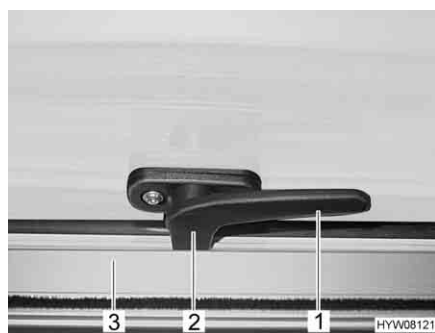

Fig. 62 Leva di serraggio in posizione "Chiuso"
- Ruotare la leva di serraggio (Fig. 62,1) di un quarto di giro verso il centro della finestra.
- Ruotare la leva di serraggio (Fig. 62,1) di un quarto di giro verso il telaio della finestra. Il nasello di chiusura (Fig. 62,2) si trova sul lato interno della chiusura della finestra (Fig. 62,3).